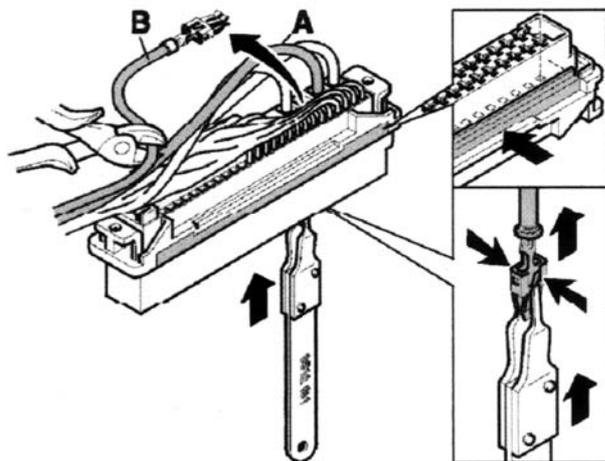

Figura 1 (connettore fino alla data di costruzione 1997)
- Aprire il connettore e rimuovere il cavo dell'alimentazione elettrica (fino alla data di costruzione 1997 Pin 2 e 3, dalla data di costruzione 1998 Pin 17 e 18). Separare per quanto possibile il cavo dall'isolamento (figura 1).